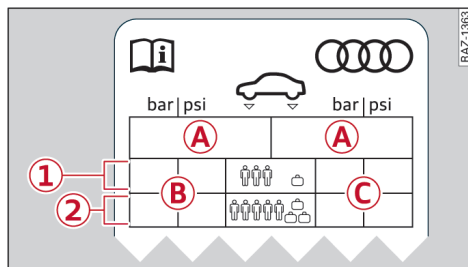

图 126 驾驶员侧 B 立柱：轮胎压力张贴
⇒ 图 126 位于 B 柱上（驾驶员侧）。
- ▶ 根据标贴 ⇒ 图 126 上读取正确的轮胎充气压力。
在车上每次更改轮胎气压（从部分装载改为满载或从满载改为部分装载）或更换车轮后，必须重新存储轮胎压力⇨第 204 页。轮胎压力监控显示系统只监控您存储的轮胎充气压力。关于车辆轮胎充气压力建议，请参见轮胎充气压力标贴⇨201 页，图 126。